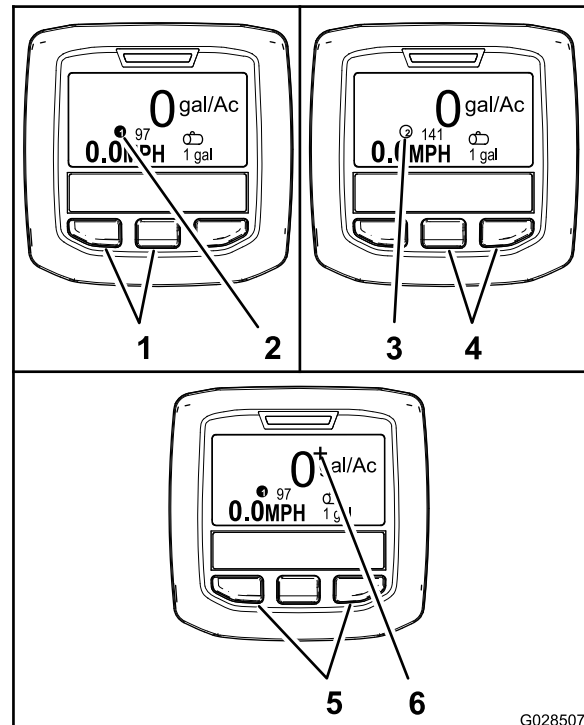

Bild 56
- Drücken Sie die zwei linken Tasten auf dem InfoCenter, um die Dosierung 1 auszuwählen (Bild 56).
- Drücken Sie die zwei rechten Tasten, um die Dosierung 2 auszuwählen (Bild 56).
- Halten Sie die zwei äußeren Tasten gedrückt, um vorübergehend eine Dosierungsverstärkung anzuwenden (Bild 56).